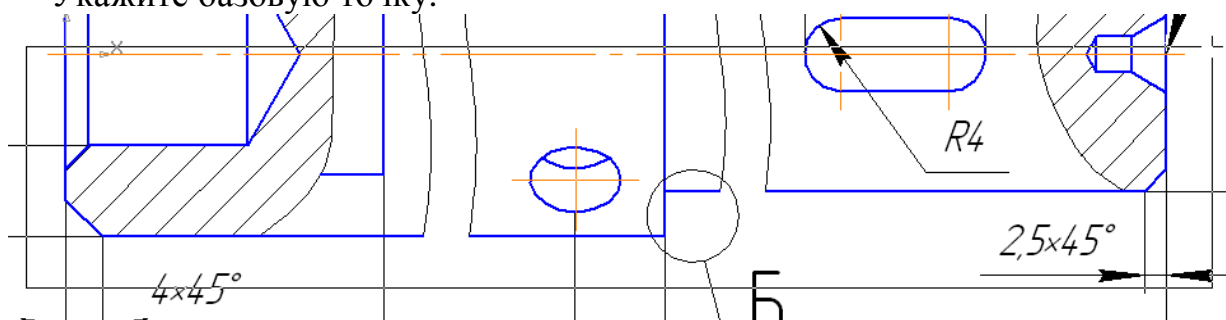

Рис. 54
- Создайте документ «Деталь». Для создания эскиза выделите плоскость  $XU$  в дереве построения и перейдите в режим редактирования эскиза с помощью команды **Эскиз** . Откройте выполненный чертеж «Вал», выделите макроэлементы командой **Выделить по типу**  на панели **Выделение**  и подключите команду **Разрушить** в меню **Редактор**. Выделите рамкой изображение, рис. 54, и скопируйте выделенные объекты в буфер обмена командой **Копировать**  на **Стандартной панели**. Укажите базовую точку.